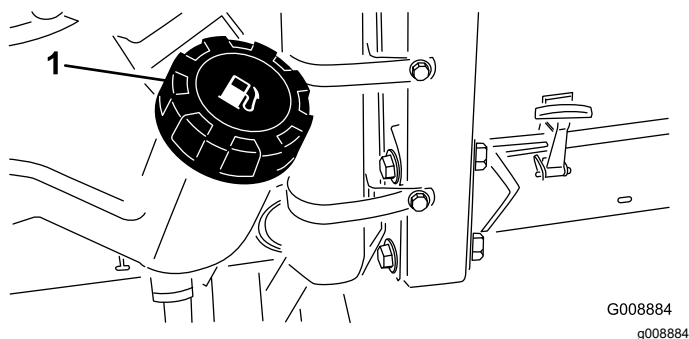

Рисунок 27
1. Очистите поверхность вокруг крышки топливного бака (Рисунок 27).